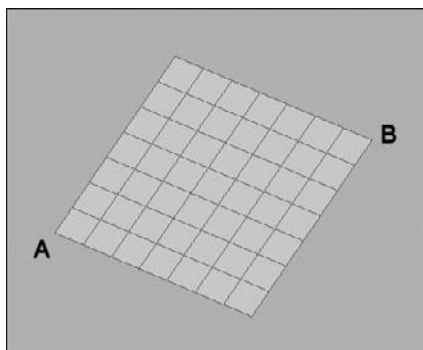

Fig.19.3
- 3 Spécifiez le deuxième angle de la surface : B (fig.19.3).